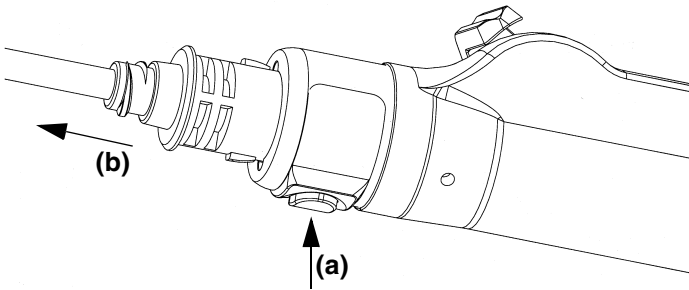

Figura 4: Rimozione di una lama
4. Per rimuovere una lama, premere il pulsante di rilascio rapido sul manipolo (a) e levare la lama (b). (Vedere la Figura 4).